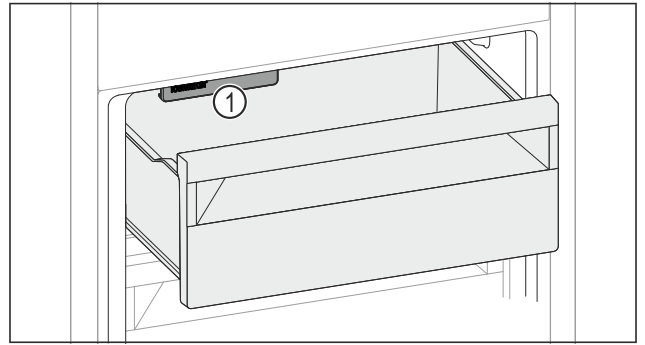

Fig. 133
- Coloque alimentos en el cajón. Si coloca alimentos en el lado izquierdo del cajón: ► Tenga en cuenta el IceMaker Fig. 133 (1).